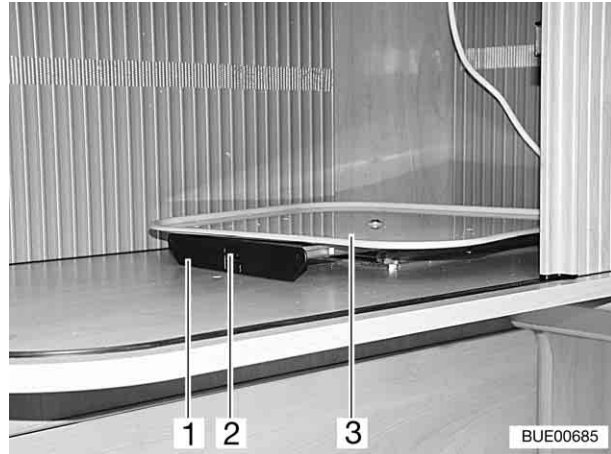

Fig. 31 Meuble télévision
- Appuyer sur le verrou (Fig. 31,2) et sortir la rallonge à l'aide de la poignée (Fig. 31,1).
- Amener la console rotative (Fig. 31,3) dans la position souhaitée.
- Pousser la rallonge à l'aide de la poignée (Fig. 31,1) vers l'arrière. Le verrou (Fig. 31,2) s'enclenche.